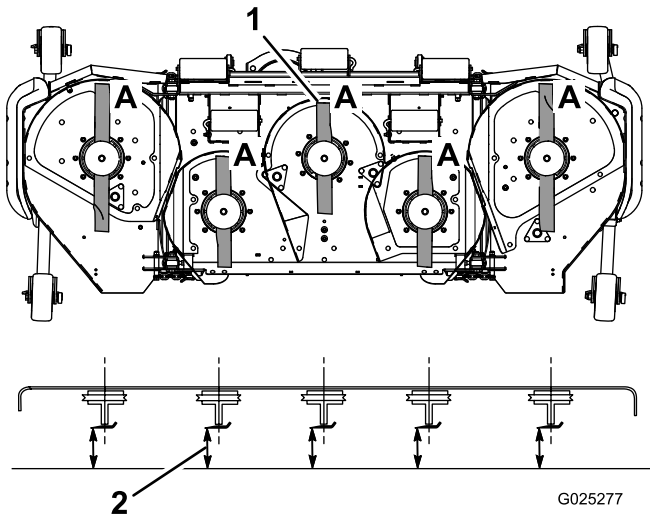

Bild 22
3. Drehen Sie die Schnittmesser, bis die Enden nach vorne und hinten gerichtet sind (Bild 22). Messen Sie von einer ebenen Fläche bis zu den Schnittkante (Position **A**) der Messer (Bild 22). Notieren Sie diesen Wert.